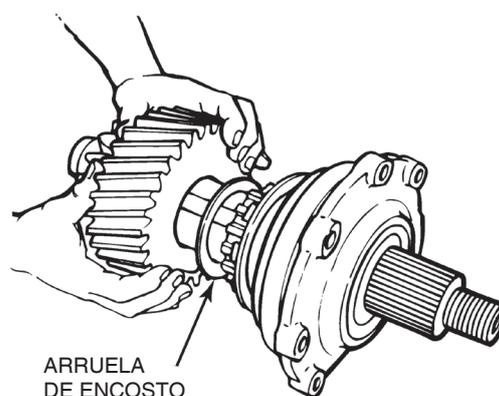

Figura 5.74
9. Coloque a arruela de encosto no alojamento piloto atrás da engrenagem helicoidal motora. O canal de óleo na arruela deverá estar voltado para a face do flange do eixo de entrada. Instale a engrenagem helicoidal motora e a arruela de encosto no eixo de entrada de forma que a arruela de encosto esteja voltada para a caixa do rolamento de entrada. Figura 5.74.